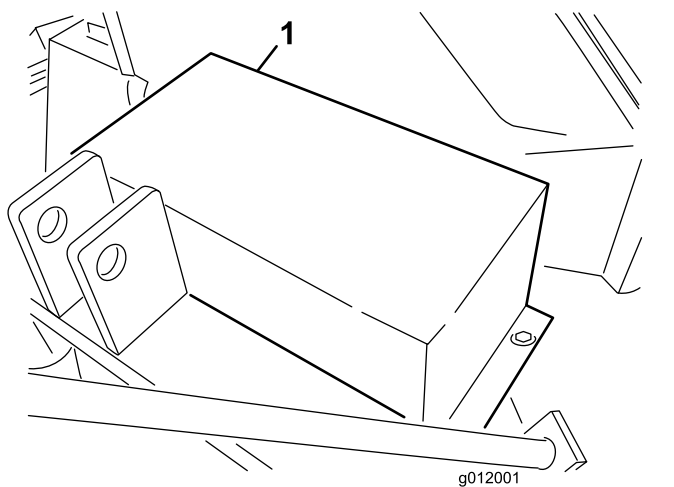

Figure 14
1. Retirez les vis, les rondelles et les écrous qui fixent le couvercle de courroie sur le carter du souffleur (Figure 14).
2. Déposez le protège-courroie (Figure 14).